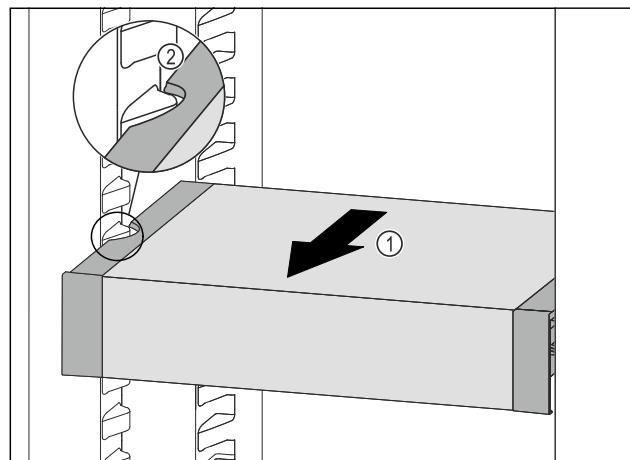

Fig. 110
- Trekk VarioSafe forover Fig. 110 (1), til utsparingene på sidene av VarioSafe er på nivå med rillene i kjøleskapet. Fig. 110 (2)